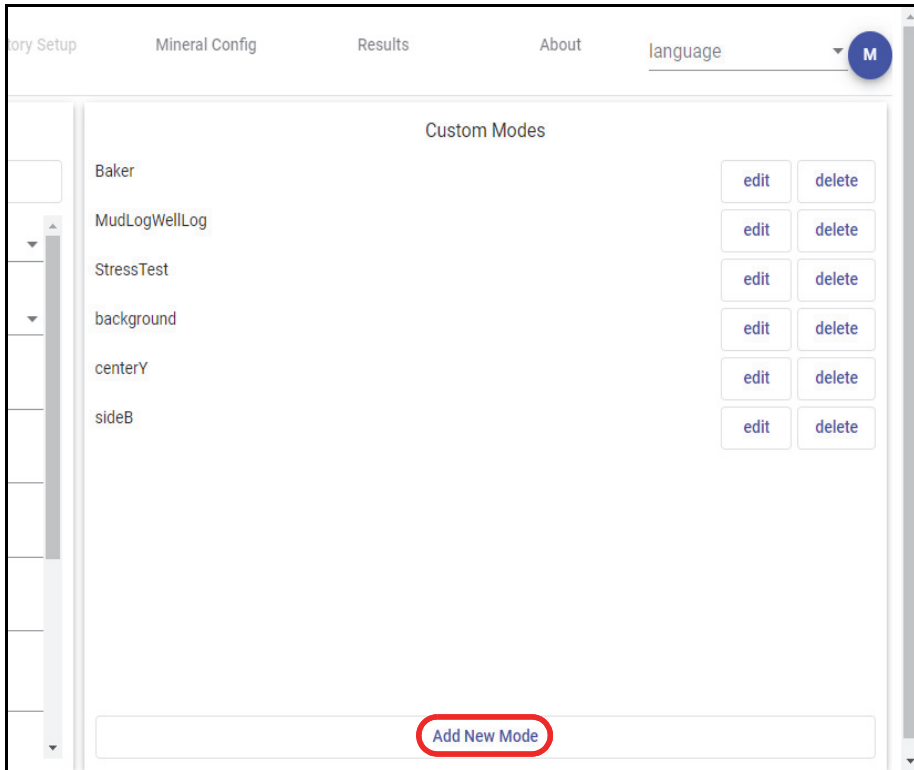

Figura 5-12 Botón de Add New Mode (Agregar nuevo modo)
1. En la parte inferior del cuadro de diálogo **Custom Modes** (Modos personalizados), haga clic en **Add New Mode** [Agregar nuevo modo] (ver Figura 5-12 en la página 86) para visualizar el cuadro de diálogo **Add New Mode**.